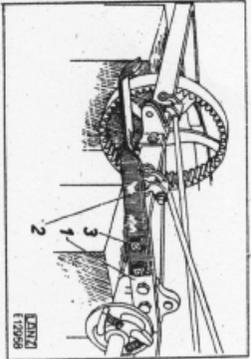

Bild 3. Hauptrahmen und Auftritt
- a) Hauptrahmen „1“ (Bild 3) an beiden Seiten aufbocken und Auftritt „2“ mittels der Schrauben „3“ am Rahmen anschrauben.